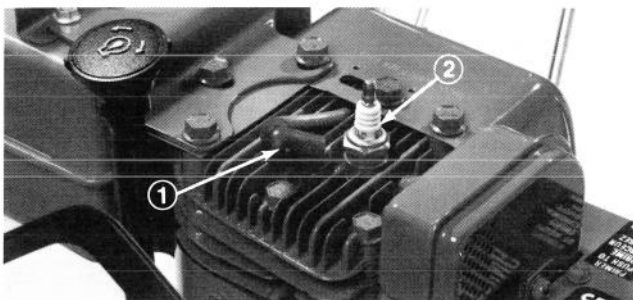

Abb. 38
2. Das Hochspannungskabel von der Zündkerze abziehen (Abb. 38) und die Kerze herausschrauben.
4. Das Hochspannungskabel mit der Zündkerze verbinden (Abb. 38).